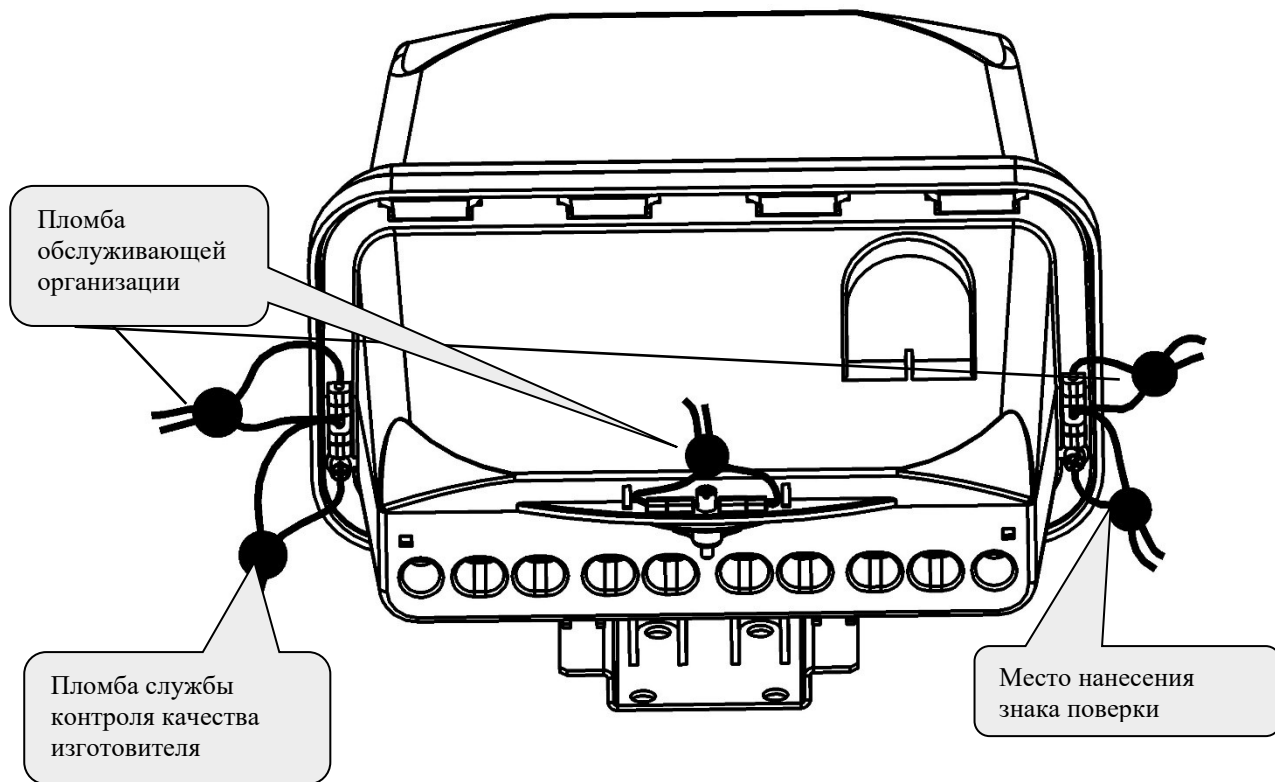

Рисунок 9А – Схема пломбирования счетчика в корпусе SPLIT
- 3.4 Извлечь счетчик из транспортной упаковки, проверить комплектность согласно формуляру и произвести внешний осмотр. Убедиться в отсутствии видимых повреждений корпуса и клеммных крышек (сколов, трещин, царапин), наличии и сохранности пломб (рисунок 9А), разборчивости маркировки.